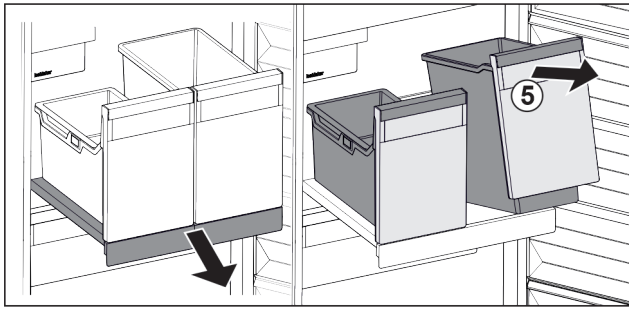

Fig. 123
- ▶ Ridicați recipientul Fig. 123 (5) din față.